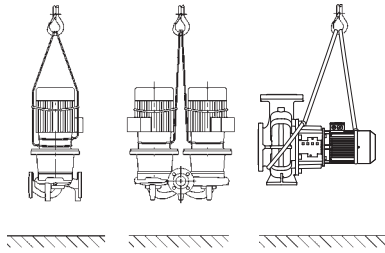

Fig. 32: Transportul pompei
- Inelele de transport de la motor servesc doar la ghidare în momentul prinderii sarcinii (Fig. 32).